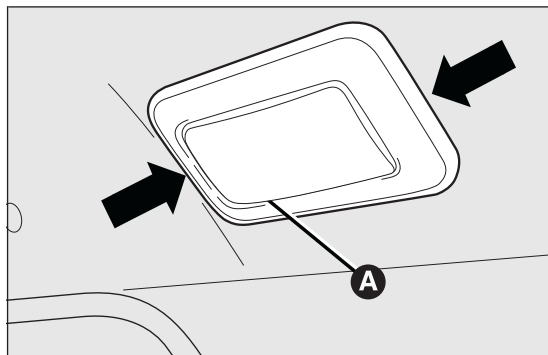

fig. 161
- ☐ estrarre la plafoniera A fig. 161 agendo nei punti indicati dalla frecce;